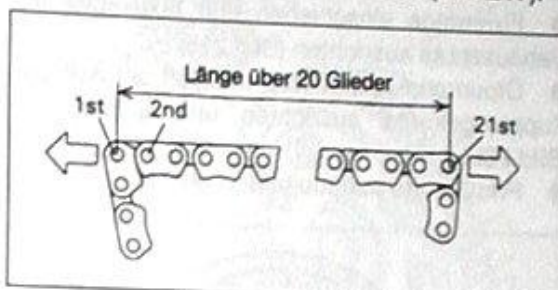

Bild 211
- ☑ Länge der Primärkette über 21 Stifte messen (Bild 211), Verschleissgrenze 193,4 mm.